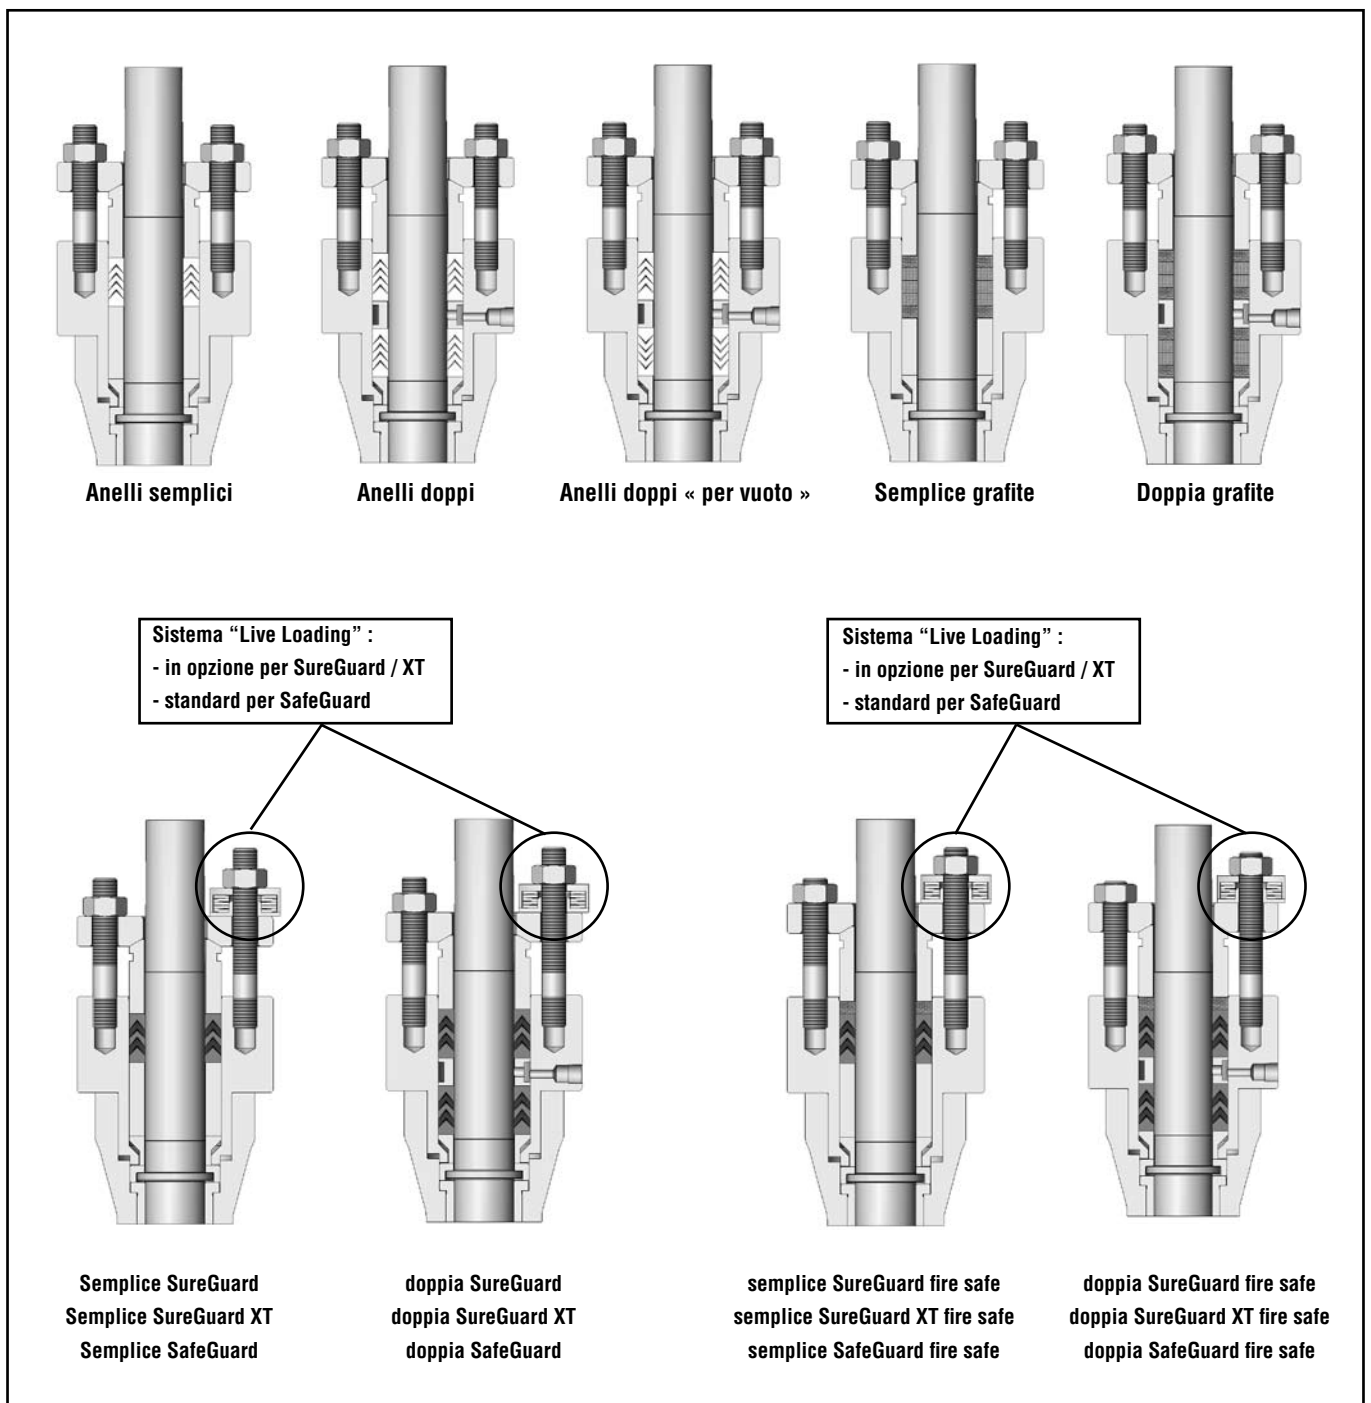

Figura 3 : configurazioni tipi di guarnizioni di premistoppa
- 6.11 Posizionare l'anello di base del premistoppa nel bonnet, poi montare i distanziatori e la guarnizione come indicato alla figura 3 secondo la configurazione scelta, rispettando le regole dello stato dell'arte nell'ambito dei montaggi delle guarnizioni.